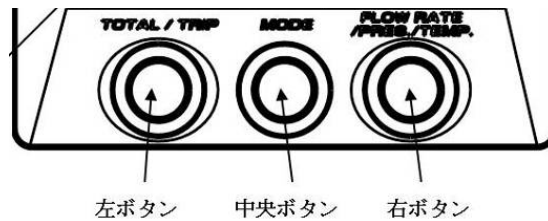

図8-1. ボタン配置
- 3) 「左ボタン」、「中央ボタン」、「右ボタン」の配置は、図8-1. を参照してください。